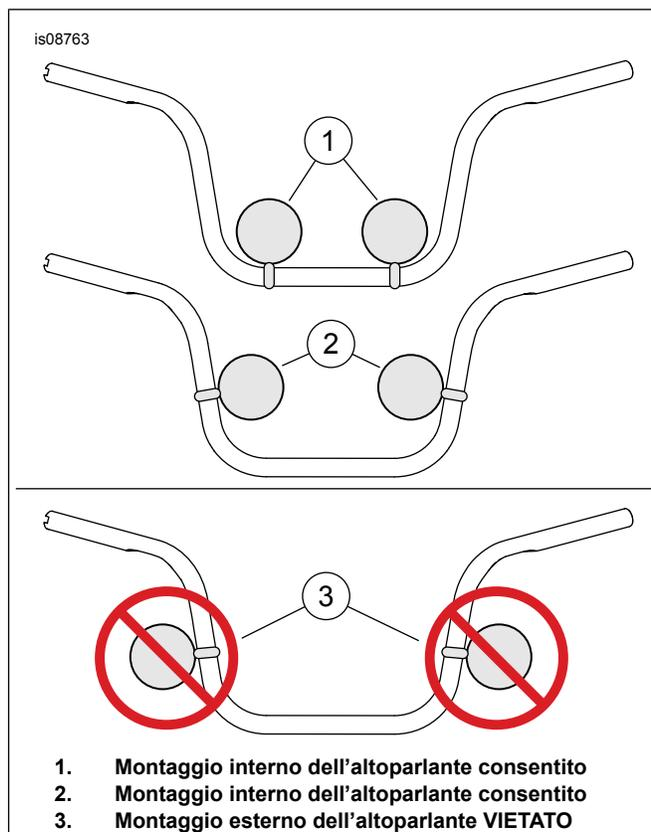

Figura 5. Posizione altoparlante sul manubrio
- Vedere Figura 5. Installare gli altoparlanti come illustrato. Collocare i morsetti dell'altoparlante (4) in modo che gli altoparlanti siano all'interno del manubrio. Gli altoparlanti devono presentarsi simmetrici a destra e a sinistra del morsetto del manubrio, e devono essere posizionati quanto più bassi e più vicino possibile al centro.